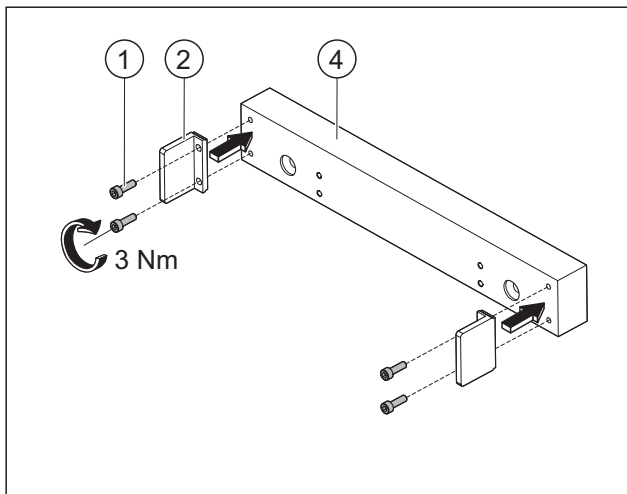

Abb. 9 Die Stirnplatten aufstecken
2. Die Stirnabdeckungen an die Anschraubplatte schrauben (Abb. 9).